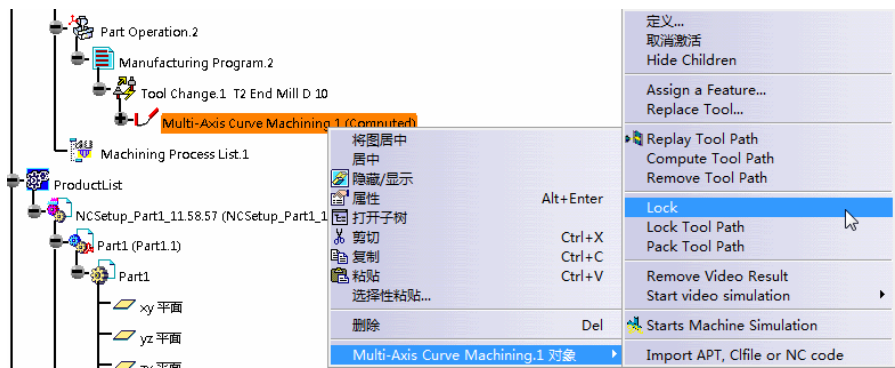

图 7-131 刀具路径锁定
1) 刀具路径锁定。在特征树中右击“Multi-Axis Curve Machining.1 (Computed)”节点，在弹出的快捷菜单中选择“Multi-Axis Curve Machining.1 对象”→“Lock”命令，刀具路径锁定，如图 7-131 所示。